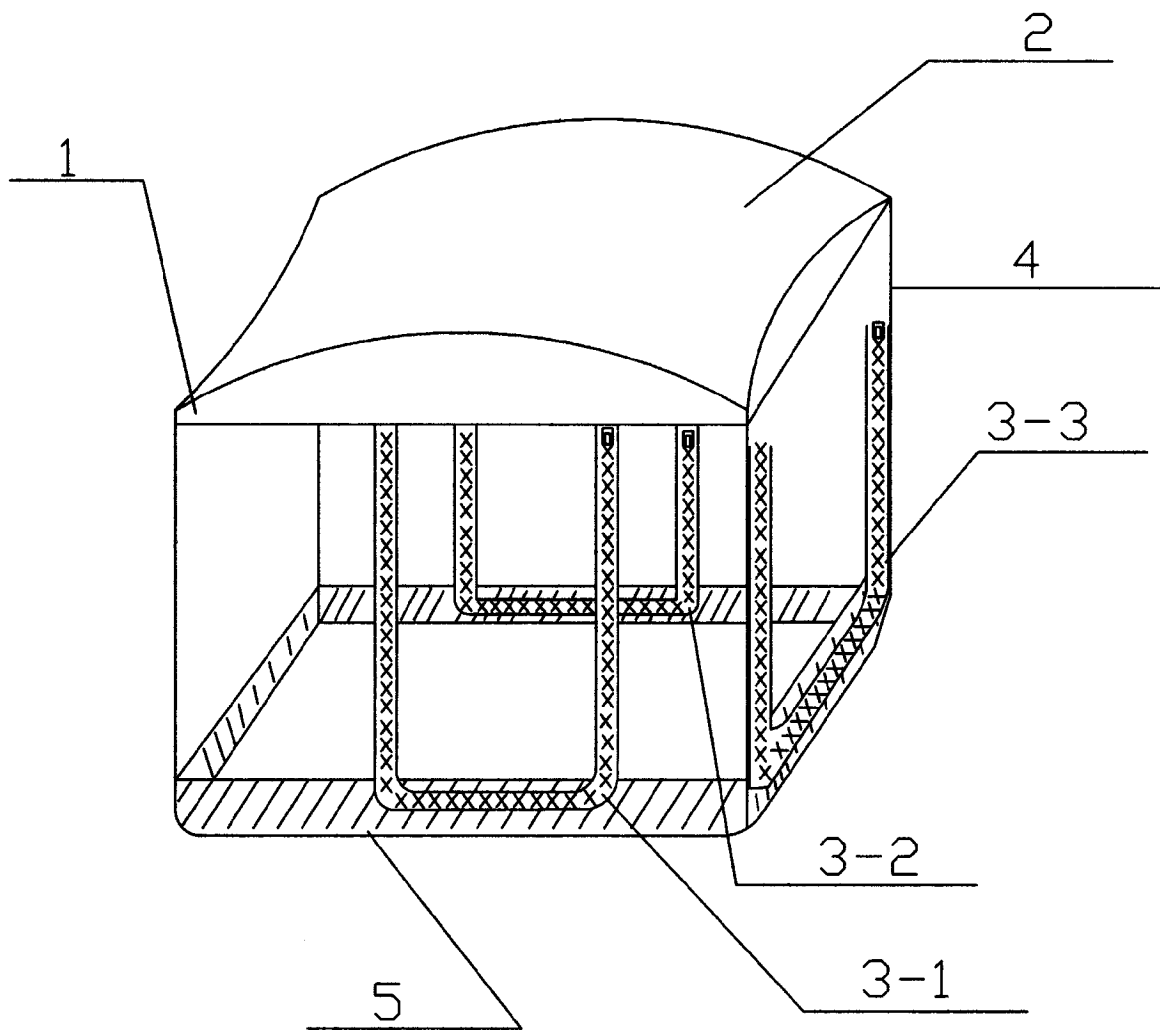

图 1
权利要求书1页 说明书2页 附图1页
[0009] 图 1 为本实用新型的组织结构示意图。
[0013] 如图 1 所示，一种新型的方形钢丝帐，它包括：睡帐本体 (1)，方形帐顶 (2)，拉链 (3-1)，拉链 (3-2)，拉链 (3-3)，钢丝支架 (4) 和防蚊布 (5)，其特征在于：所述的钢丝支架
(4) 是用来支撑睡帐本体 (1) 和方形帐顶 (2) ;所述的睡帐本体 (1) 的上端设置有方形帐顶 (2), 其前侧面、后侧面和右侧面分别设置有拉链 (3-1), 拉链 (3-2) 和拉链 (3-3) ;并且在睡帐本体 (1) 的前后左右四侧面的下端还设置有防蚊布 (5)。